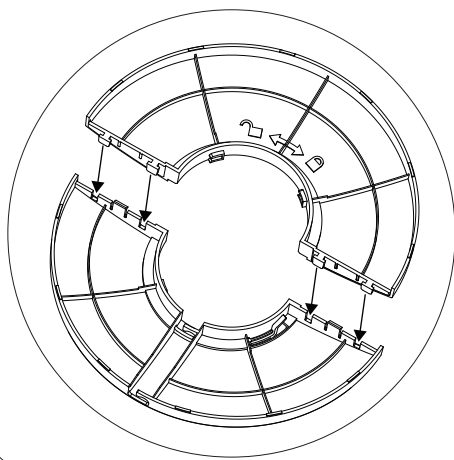

图1
- 2、按图1将底盘的卡扣对准扣位卡进去，听到“咔嗒”一声；